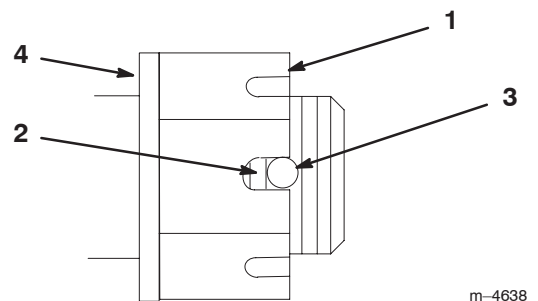

Figure 51
4. Serrez le boulon crénelé à 170 Nm (Fig. 51).
5. Mesurez l'espace entre la base de la fente de l'écrou et le bord intérieur du trou. On ne doit pas voir plus de deux filets (Fig. 51).
6. Si plus de deux filets sont visibles, enlevez l'écrou et placez une rondelle entre le moyeu et l'écrou (Fig. 51).
7. Serrez le boulon crénelé à 170 Nm (Fig. 51).
8. Serrez l'écrou jusqu'à ce que le jeu de fentes suivant soit en face du trou de l'axe (Fig. 51).